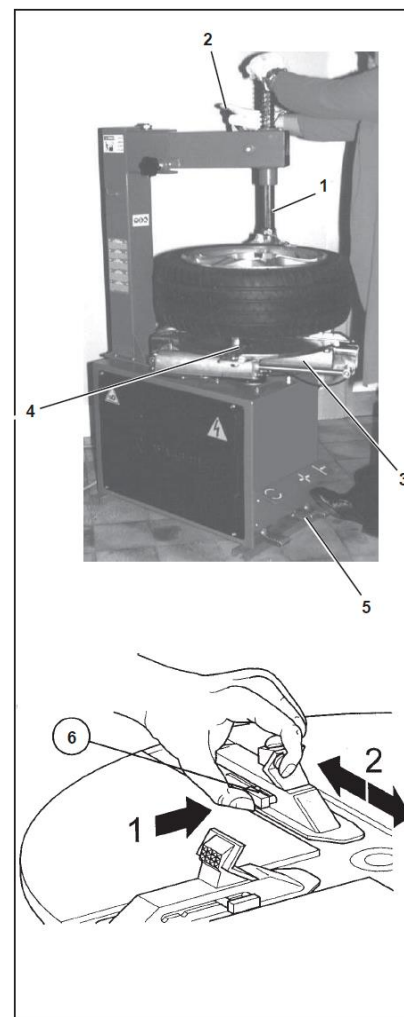

Рис. 15
1) Отпустите шестигранный вал 1 (Рис. 15) посредством рычага 2. Поместите его в верхней концевой точке повернуть горизонтальную рукоятку по часовой стрелке.